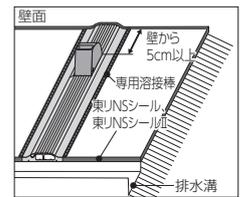

図3
① NSパス蓋付上で、壁から5cm以上離れた場所かつ歩行の妨げとならない場所をNSパス用ホース固定材の取付け位置とし、その場所の油、水分、埃等を除去してください。（図3）